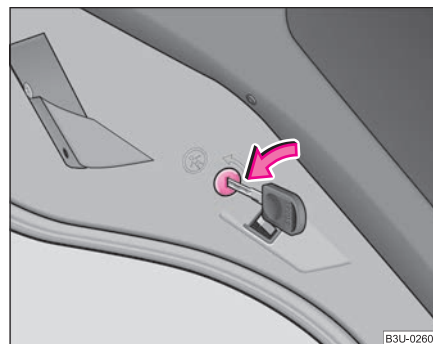

Fig. 22 Seguro para niños en las puertas traseras
- Gire con la llave del vehículo la ranura en la puerta trasera en sentido de la flecha ⇒ fig. 22. ►